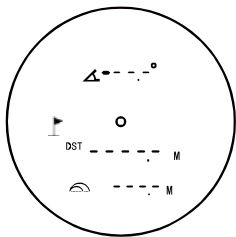

Abbildung 3a
Das Gerät misst den Steigungs-/Gefällewinkel und berechnet und zeigt dann die an die Neigung angepasste Entfernung an. Drücken Sie im Neigungsmodus die Ein/Aus/Messen-Taste (1). Der Winkel, der geradlinige Entfernung und die Flugbahnkorrektur werden angezeigt (Abb. 3a, 3b).
El dispositivo medirá el ángulo de inclinación/declinación, luego calculará y mostrará la distancia ajustada de acuerdo con la pendiente. En el modo Pendiente, presione el botón encender/apagar/medir (1). Se mostrarán el ángulo, el valor de distancia en línea recta y la corrección de trayectoria (Fig. 3a, 3b).